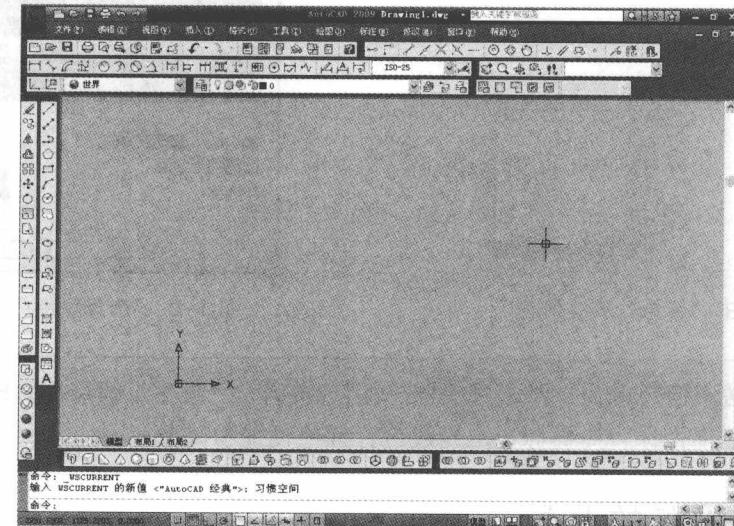

图 1-5 灰色背景效果图
将绘图窗口的背景颜色从系统默认颜色修改为灰色，结果如图 1-5 所示。
(6) 在颜色索引项目中选择颜色值为“8”的灰色，然后单击“应用并关闭”按钮，此时绘图窗口的背景色就变成了灰色，结果如图 1-5 所示。